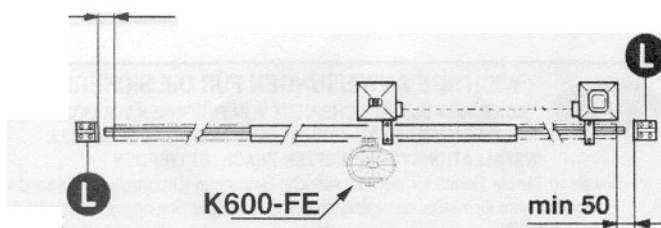

Fig.2
Il est nécessaire que le guidage ait à ses extrémités deux arrêts mécaniques (L) du type indiqué (Fig.2)